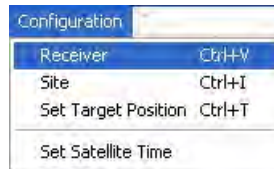

Рисунок 2-10. Configuration ->Receiver
3. После установления связи выберите пункт меню *Configuration* и подменю *Receiver* или воспользуйтесь горячими клавишами *Ctrl+V* (Рис. 2-10):